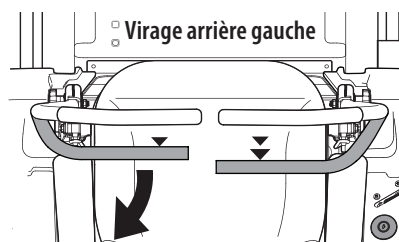

Figure 30
1. Pour tourner à gauche en marche arrière, déplacez le levier de contrôle de gauche vers l'avant du levier de contrôle de droite (Figure 30).